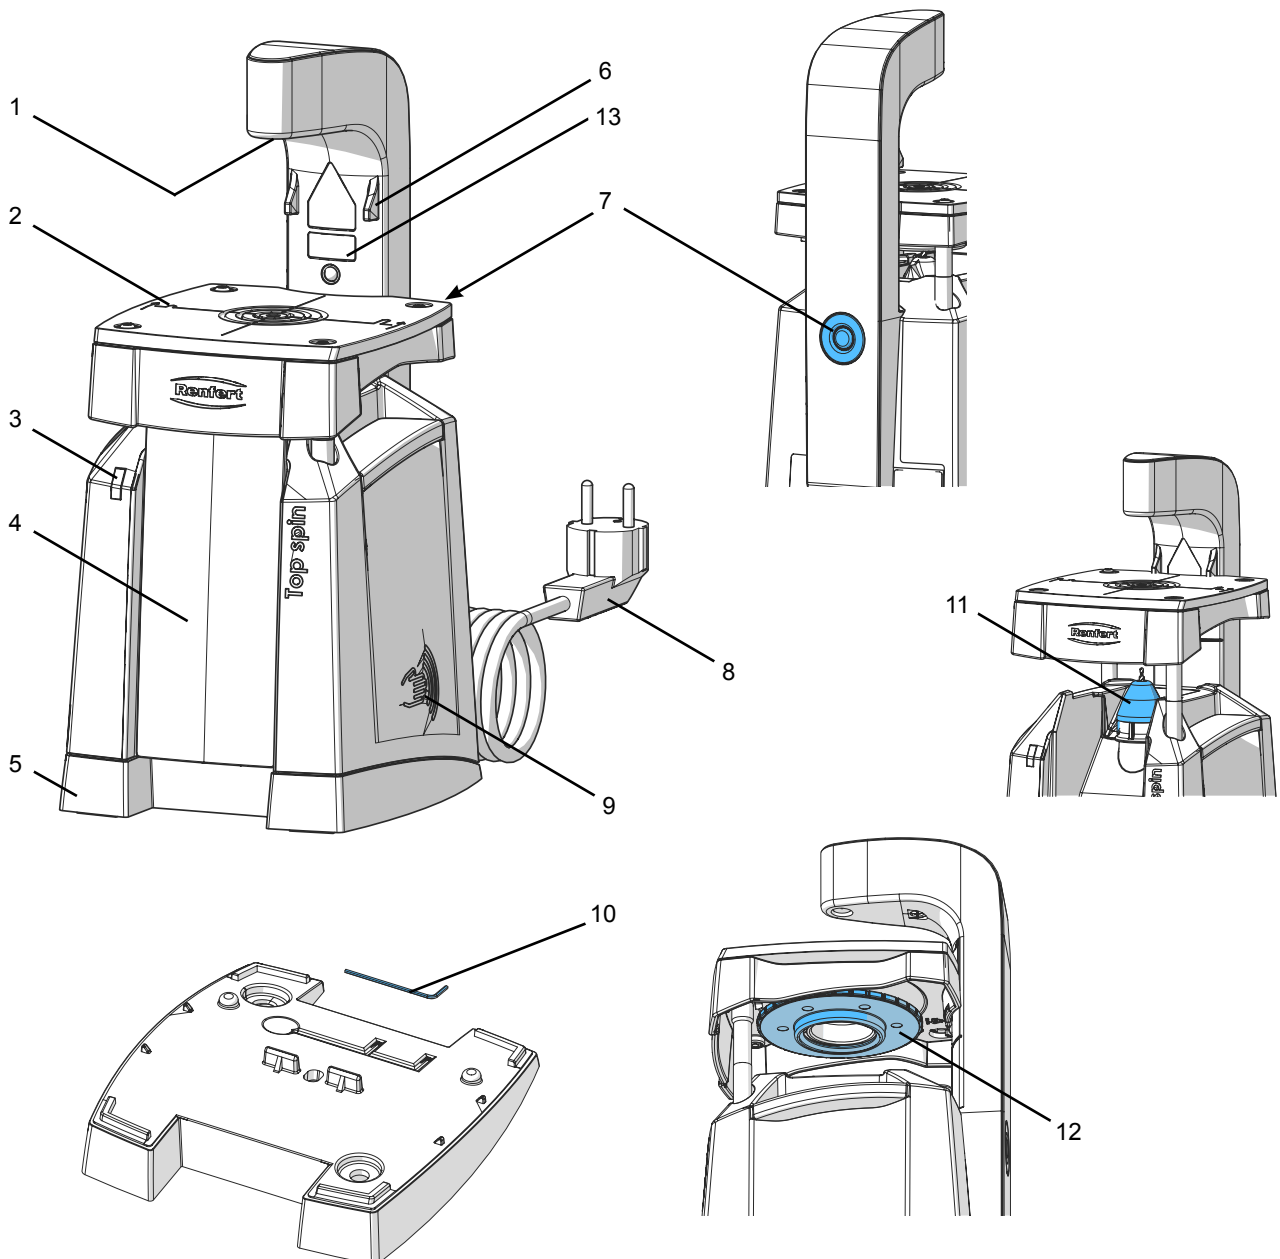

Abb. 1
- ⇒ Lösen Sie den Warnhinweis Laser in Ihrer Landessprache vom Aufklebersatz und überkleben Sie den vorhandenen Warnhinweis (13, Abb.1).
- ⇒ Zahnkranz auf Bohrtisch (2, Abb. 1) platzieren und unter Ziellaser (1, Abb. 1) ausrichten.